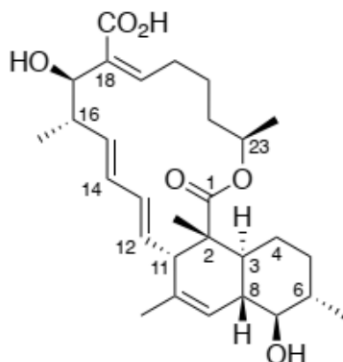

Figure 1 : structure de la (+)-tubérolactomicine A
Figure 1 - Gravure de 1899 d'un Moteur Ericsson M1851 avec régénérateur type Stirling (Wikipedia) et moteur Stirling de l'entreprise Sunpower fournissant le projet KRUSTY (ResearchGate)
La (+)-tubérolactomicine A (Figure 1) a été isolée de bouillons de culture d'une souche d'actinomycètes de *Nocardia sp. MK703-102F1* et a montré une activité antimicrobienne forte et spécifique contre *Mycobacterium sp.* Sa structure, qui a été déterminée par cristallographie de diffraction aux rayons X, est constituée d'une macrolactone (ester cyclique) à 16 chaînons fusionnée avec un squelette transdécalone.
20. Donner le stéréodescripteur du carbone stéréogénique **16** de la (+)-tubéactomicine représentée Figure 1. Justifier votre réponse.